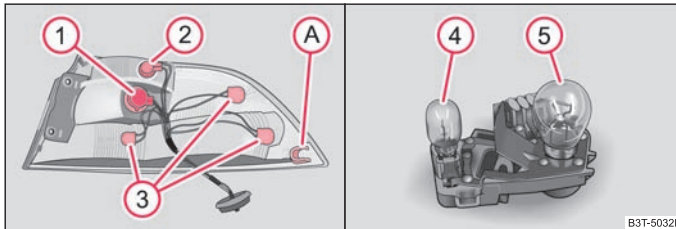

Abb. 215 Äußerer Teil der Heckleuchteinheit: Lampen / innerer Teil der Heckleuchteinheit: Lampen
- Zum Wiedereinbau führen Sie zuerst die Heckleuchteneinheit mit der Aufnahme **(A)** \Rightarrow Seite 259, Abb. 215 nach vorn auf einen Bolzen an der Karosserie.
- Zum Wechseln einer Lampe des Rückfahrscheinwerfers (4) ⇒ Abb. 215 ziehen Sie die defekte Lampe aus der Fassung heraus und setzen Sie eine neue ein.
- Zum Wechseln der Lampe der Nebelschlussleuchte (5) ⇒ Abb. 215 drehen Sie die defekte Lampe bis zum Anschlag nach links und nehmen Sie diese heraus.
Einbaulage der Lampen in der äußeren Heckleuchteinheit ⇒ Abb. 215 - links.
Einbaulage der Lampen in der inneren Heckleuchteinheit ⇒ Abb. 215 rechts.